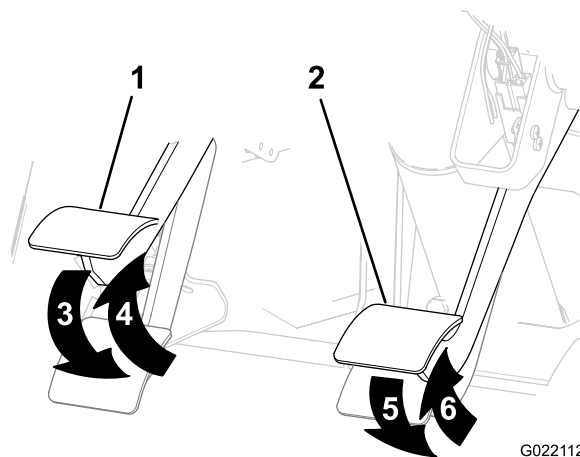

Figure 18
- A. Enfoncez la pédale d'embrayage (Figure 18).
- B. Relâchez la pédale d'embrayage (Figure 18).
- A. Enfoncez la pédale de frein (Figure 18).
- B. Relâchez la pédale de frein (Figure 18).